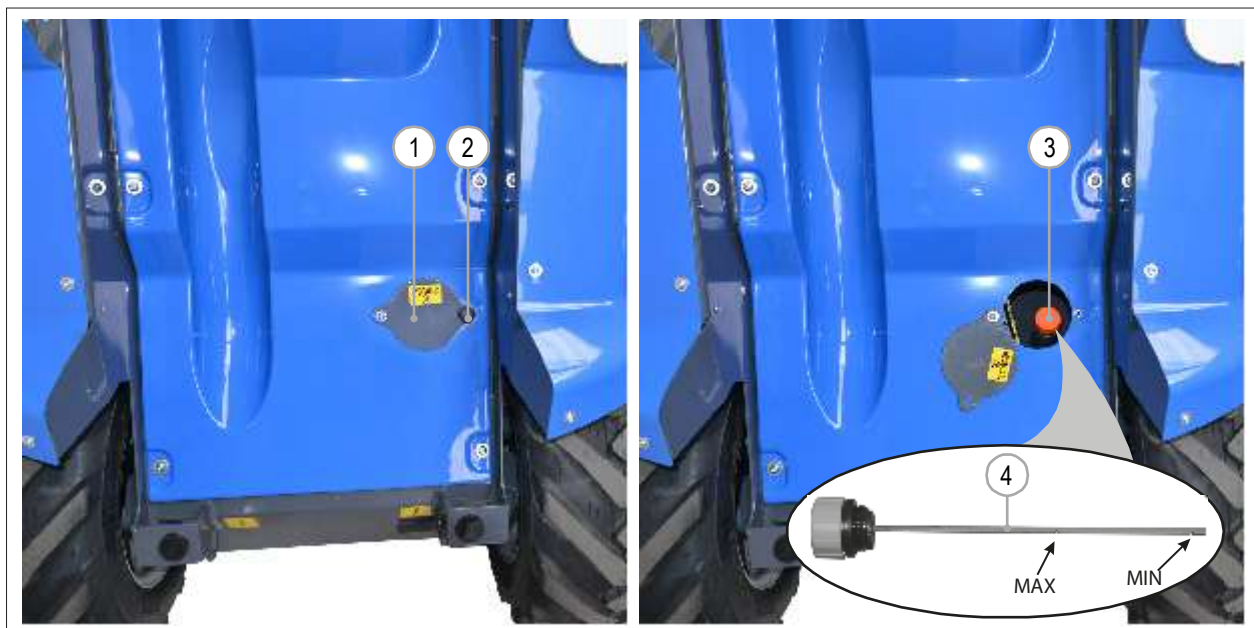

РИС. 38
- 3) Открутите ручку (РИС. 38 Сс. 2) для открытия крышки (РИС. 38 - Сс. 1) расположенной у правого переднего колеса.
- 4) Открутите крышку бака гидравлического масла (РИС. 38 - Сс. 3).
- 5) Убедитесь, что уровень масла на щупе находится между отметками MIN и MAX (РИС. 38 - Сс. 4).